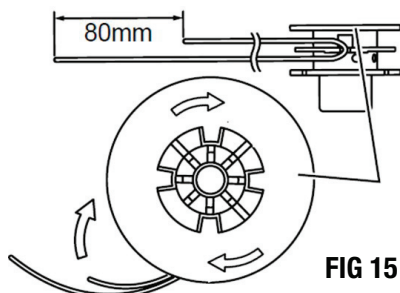

FIG 15
REMPACEMENT DE LIGNE (FIG 15)
- Accrochez le centre du cordon de nylon neuf dans l'encoche au centre de la bobine, une extrémité du cordon s'étendant d'environ 3 1/8 po (80 mm) de plus que l'autre. Voir Fig. 15.